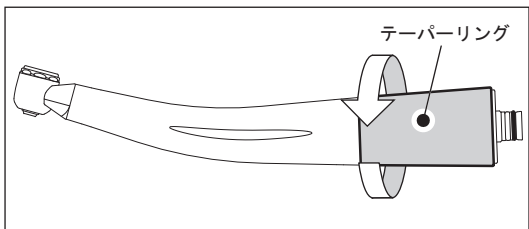

図10
1) テーパーリングを図の方向に回して緩め、取り外してください。（図10）